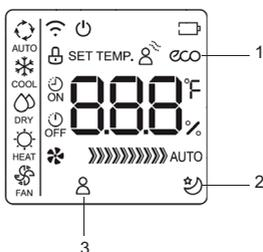

fig. 6 -
- Fonctionnement ECO** (réf 1 - "fig. 6 -"). (L'affichage de l'unité intérieure lit « E - C - O » avec les lettres qui apparaissent l'un après l'autre, suivie d'une indication de la température). La fonction « économie d'énergie » est exclusivement activée en mode COOL, en appuyant sur le bouton « ECO ». Si la température de consigne est inférieure à 24 °C, l'activation du mode « ECO » le point de consigne de température est modifiée automatiquement à 24 °C et la vitesse du ventilateur sur « Auto » pour économiser l'énergie. Si la température de consigne est supérieure à 24 °C, l'activation du mode « ECO » le point de consigne de température ne change pas et la vitesse du ventilateur est sur « Auto ». Pour quitter le mode de fonctionnement « ECO », appuyez sur le bouton « ECO », ou sélectionner un autre mode de fonctionnement, ou baisser le point de consigne de la température à une valeur inférieure à 24 °C
- Fonctionnement SLEEP** (réf.2 - "fig. 6 -") Maintenez enfoncé le bouton «ECO» pendant 2 secondes pour activer le mode «SLEEP» mis en évidence par le symbole correspondant à l'écran. La température de consigne augmente (fonctionnement en mode froid « COOL ») ou diminue (fonctionnement en mode chaud « HEAT ») de 1°C à des intervalles prédéterminés pour un maximum de 2°C. La fonction SLEEP se termine automatiquement après 8 heures et l'unité continue à fonctionner tout en maintenant le dernier point de consigne. La fonction n'est pas disponible dans le mode de fonctionnement « FAN » (ventilation) et « DRY » (déshumidifier)
- Fonctionnement « FOLLOW ME »** (réf.3 - "fig. 6 -"). Peut être activé en fonctionnement HEAT - AUTO - COOL. La télécommande envoie automatiquement au climatiseur le signal de température locale lu par la télécommande toutes les 3 minutes. Cette température est prise comme référence pour le contrôle de la machine. Il est nécessaire que la télécommande et l'appareil puissent transmettre et recevoir le signal entre eux. Si le climatiseur ne reçoit pas le signal de la télécommande pendant 7 minutes, il cessera de prendre en compte cette valeur et recommence à utiliser la valeur lue par la sonde de la machine.